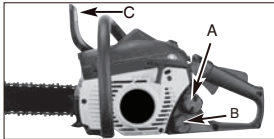

Fig. 7
1. Riempire il serbatoio del carburante (A) con la giusta miscela di carburante. (Fig. 7).
2. Riempire il serbatoio dell'olio (B) con il giusto olio per catene (Fig. 7).
3. Accertarsi che il freno della catena sia inserito (C) prima di avviare il motore (Fig. 7).